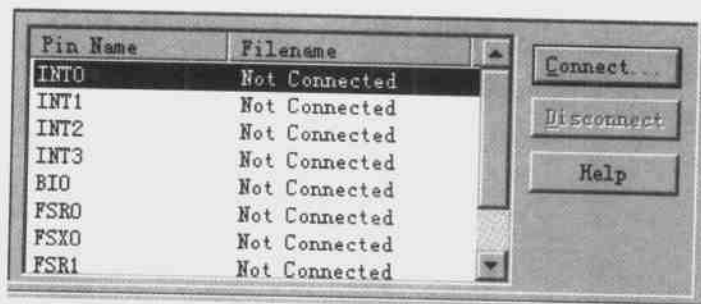

图 3.32 Pin Connect 窗口
- ② 从 Tool 菜单下选择 Pin Connect 命令,将弹出如图 3.32 所示的窗口,该窗口中所有外部引脚都没有连接(not connected)。